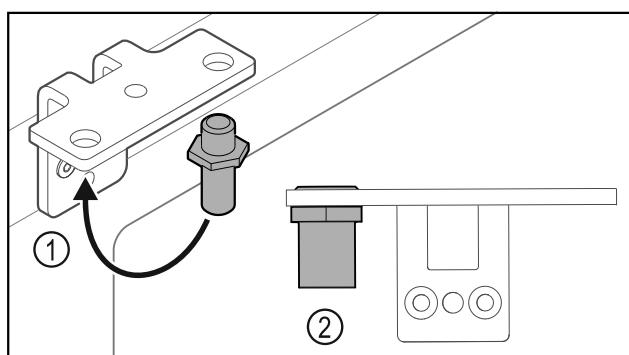

Fig. 35
- Prestavite sornik v kotniku tečajev vrat Fig. 35 (1).
- Sornike Fig. 35 (2) zategnjite z **zateznim momentom 12 Nm**.